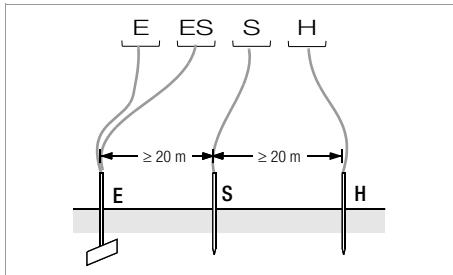

Figura 3 Misura della resistenza di terra col metodo a quattro conduttori
- ▷ Piantare i picchetti della sonda e del dispersore ausiliario, osservando dal dispersore una distanza minima di rispettivamente 20 m e 40 m (v. figura 3 pag. 19).